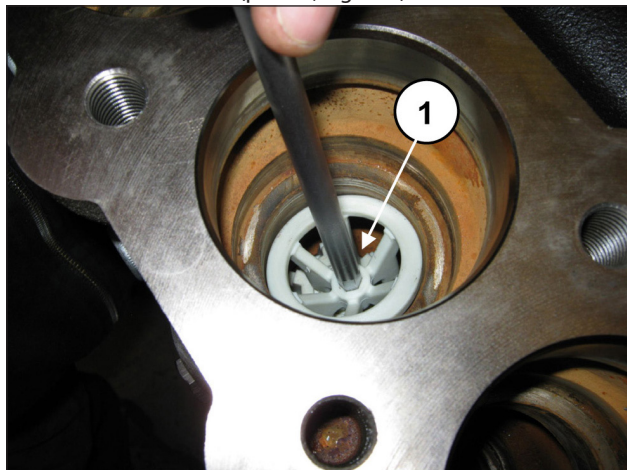

Fig. 106
Estrarre il distanziale guida valvola inserendo una chiave esagonale da 8 mm nell'apposita sede e facendo leva per facilitarne la rimozione (pos. ①, Fig. 106).